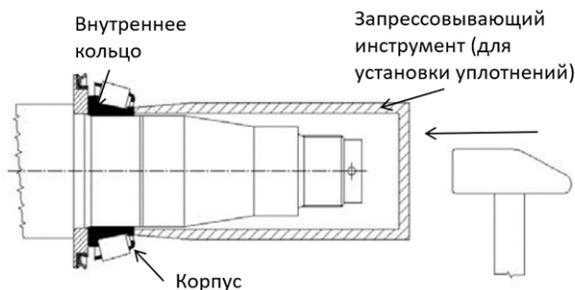

рисунок 48 — Сборка колесных подшипников
4. Наденьте внутреннее кольцо большого подшипника на вал до упора. Следите за тем, чтобы не повредить корпус подшипника. При необходимости используйте приспособление для установки внутреннего кольца, роликов и корпуса на вал (см. рисунок 48). Усилие следует прикладывать только к внутреннему кольцу, а не к корпусу или роликам, иначе можно повредить подшипник.